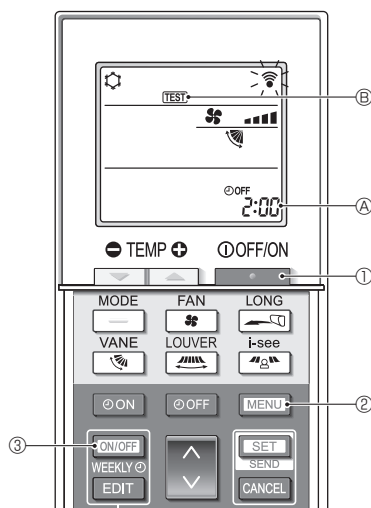

Fig. 7-5
■ Essai de fonctionnement (Fig. 7-5)
- Appuyez sur le bouton ① pour arrêter le climatiseur.
- Si la minuterie hebdomadaire est activée (WEEKLY est affiché), appuyez sur le bouton ③ pour la désactiver (WEEKLY disparaît).
- Appuyez sur le bouton ② pendant 5 secondes.
- Appuyez sur le bouton ②.
- TEST ⑥ s'allume et l'appareil entre en mode essai de fonctionnement.